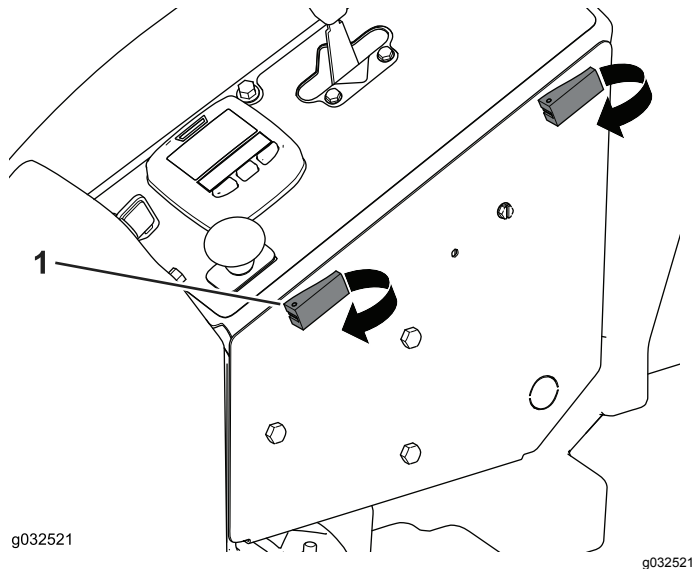

Bild 40
1. Öffnen Sie die drei Ausdehnungsriegel und öffnen Sie das Bedienfeld (Bild 40).